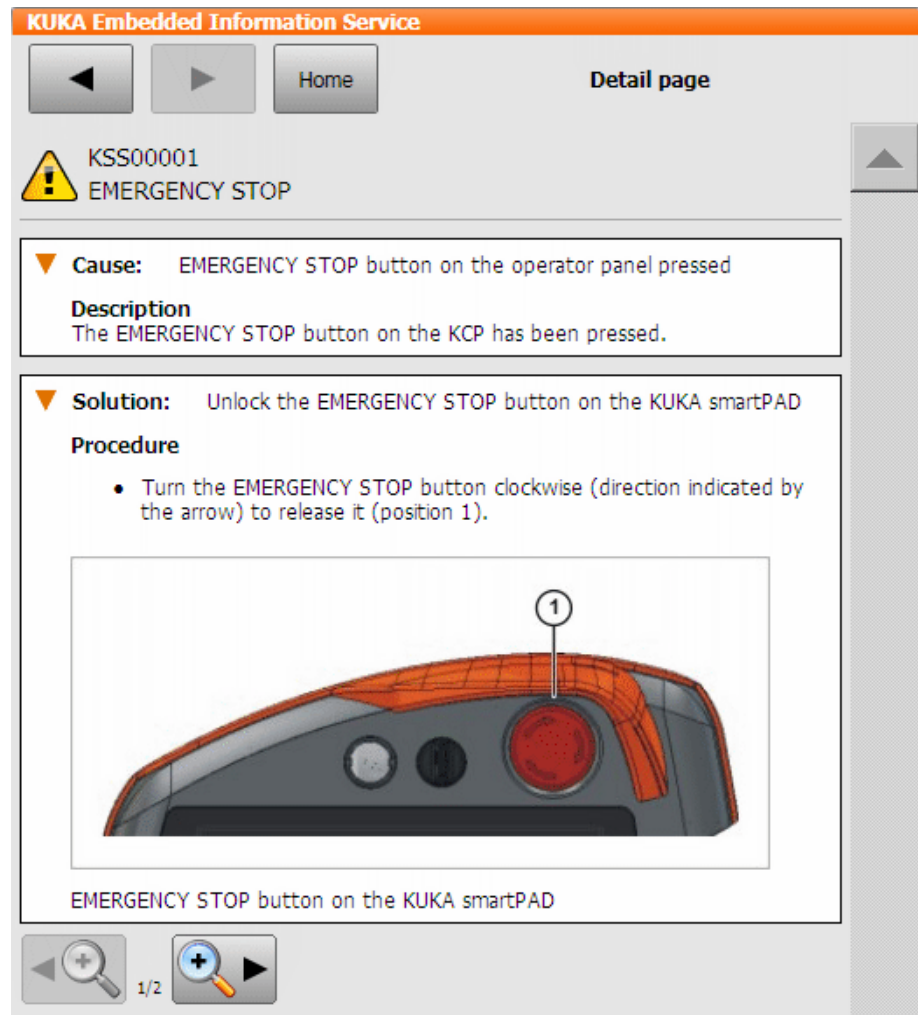

Fig. 4-13: Pagina dettagli – Esempio tratto dal KUKA System Software
- a. Toccare il simbolo lente d'ingrandimento accanto alla causa. Si apre la pagina dettagli. (>>> *Fig. 4-13*)
6	Visualizza i dettagli relativi alla suddetta causa/soluzione. (>>> Fig. 4-13)